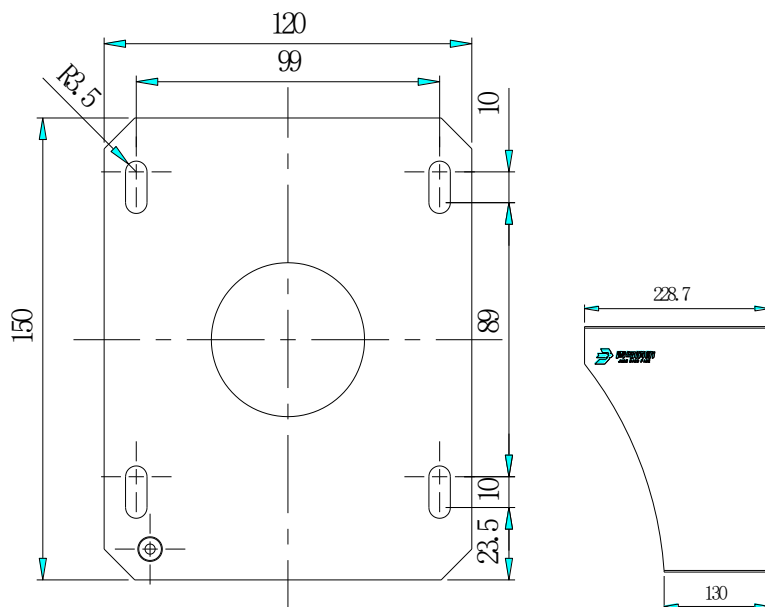

图 3 隔爆声光安装板尺寸图
- JBF4374-Ex 火灾声光报警器通过螺栓固定到隔爆声光安装板上，安装尺寸如图 3 所示。